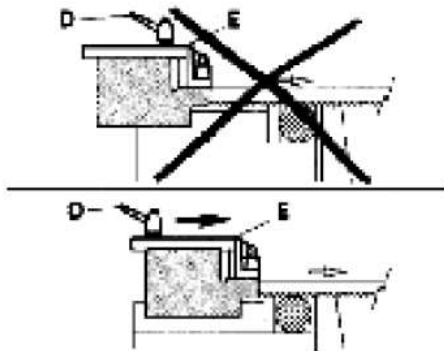

Рис. 2
Данный станок оснащен направляющей (Е) со встроенным механизмом защиты. Направляющая станка, соответственно, направляет движение той части режущего полотна, которая непосредственно соприкасается с разрезаемой заготовкой, и одновременно с этим, служит для защиты той части режущего полотна, которая в соприкосновение с заготовкой не входит. Для регулировки, направляющей необходимо ослабить рукоятку (D) и плавно переместить направляющую (Е) таким образом, чтобы подвести её ближе к или дальше от заготовки, подлежащей обработке (как показано на рис. 2).
- Ослабить рукоятку D (рис. 2) и плавно переместить направляющую (E) режущего полотна до упора, следуя направлению стрелки, как показано на рис. 2.
- Снять защитный корпус (A), отвинтив четыре винта.